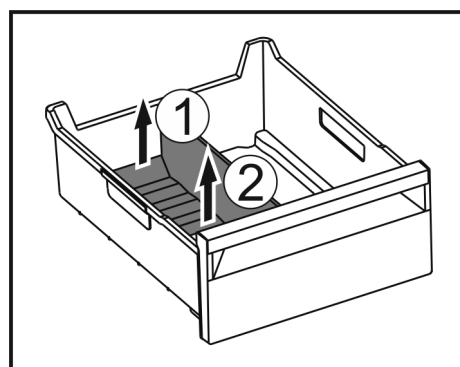

Fig. 54
- Soulever la partie arrière du séparateur de congélateur. Fig. 54 (1)
- Retirer le séparateur de congélateur par le haut. Fig. 54 (2)